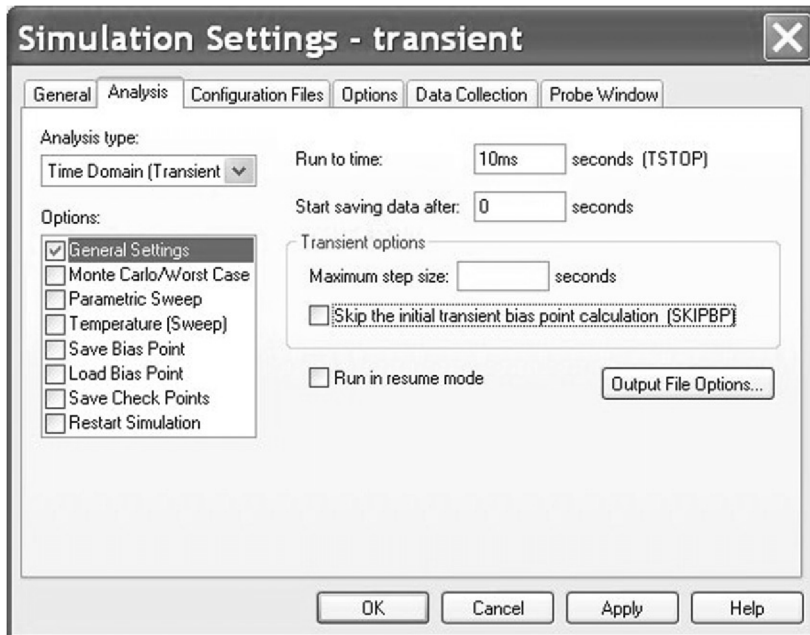

图 7.10 瞬态分析仿真设置
2. 创建名称为 transient 的仿真文件，**Analysis type** 仿真类型设置为 **Time Domain (Transient)** 时域分析，**Run to time** 运行时间设置为 10ms，正好显示 10 个正弦周期波形，具体设置如图 7.10 所示。